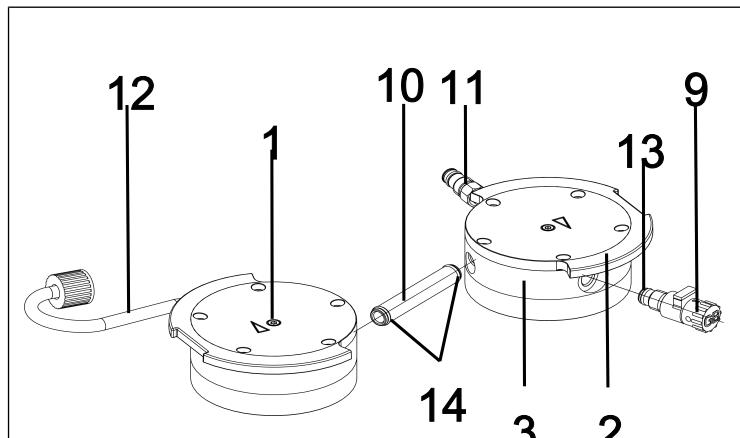

Abb. 15: O-Ringe wechseln
2. Ziehen Sie das Verschaltungsrohr (10/Abb. 15) aus dem Kopfdeckel (3) heraus.
3. Tauschen Sie die beiden O-Ringe (**14**) am Verschaltungsröhr (**10**/Abb. 15) aus.
6. Schrauben Sie den Gasballast (**9**/Abb. 15) aus dem Kopfdeckel (**3**) heraus.
7. Tauschen Sie den O-Ring (**13**) am Gasballast (**9**/Abb. 15) aus.
8. Schrauben Sie den Gasballast (**9**/Abb. 15) bis zum Anschlag in den entsprechenden Kopfdeckel (**3**) ein. Drehen Sie ihn anschließend wieder zurück bis die Fläche nach oben orientiert ausgerichtet ist.
7. Stecken Sie das Verschaltungsrohr (**10**/Abb. 15) wieder in die beiden Kopfdeckel (**3**).